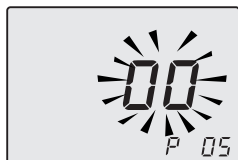

Figura 8.4
- Scorrere i vari parametri utilizzando i tasti 16 o 17 fino a far apparire sul display LCD le lettere **P05** e il valore del parametro, indicanti l'entrata nel "parametro 05" (Figura 8.4).